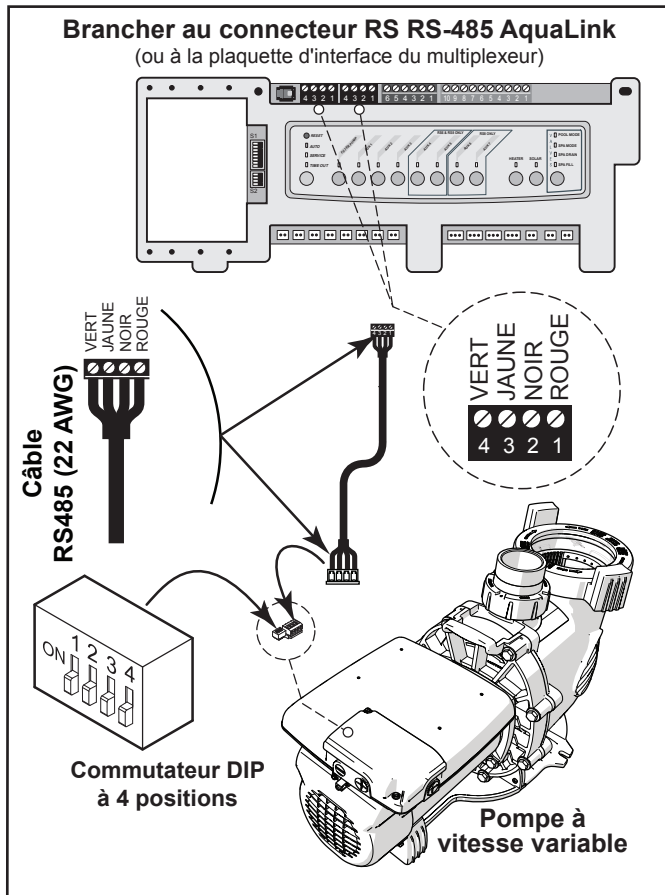

Figure 5. Câblage AquaLink RS, PDA or Z4
2. Positionner les commutateurs DIP 1 et 2, doit être en position «OFF» (désactivés). Voir "Figure 5. Câblage AquaLink RS, PDA or Z4".
5. Raccorder le nouveau câble RS-485 du régulateur AquaLink par le biais du raccord de compression disponible et passer le câble à 4 conducteurs par l'orifice fileté de l'entraînement du moteur le plus proche du connecteur. Voir la "Figure 5. Câblage AquaLink RS, PDA or Z4"
6. Raccorder l'autre extrémité du câble à un connecteur RS-485 sur le régulateur AquaLink RS (ou carte d'interface du multiplexeur), en faisant correspondre les couleurs de fil avec les positions du connecteur. Voir la "Figure 5. Câblage AquaLink RS, PDA or Z4"
Comme on le voit sur les figures 5 et 6, le commutateur DIP de position présente deux (2) fonctions: sélectionner la direction de la pompe et détermine quel type de contrôleur peut être utilisé avec la pompe.
Voir les figures 5 et 6 pour connaître l'emplacement du compartiment. Un couvercle d'accès retenu par une vis cruciforme doit d'abord être retiré.